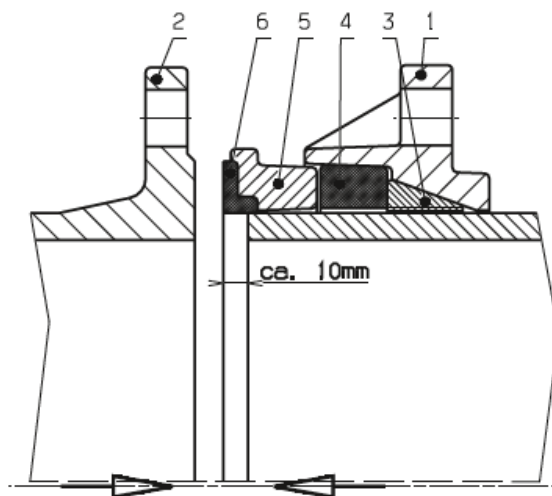

Abb. 1
1. Glisser la bride, y compr. l'anneau de serrage, la manchette et la bague de pression, sur le tube (voir figure 1)